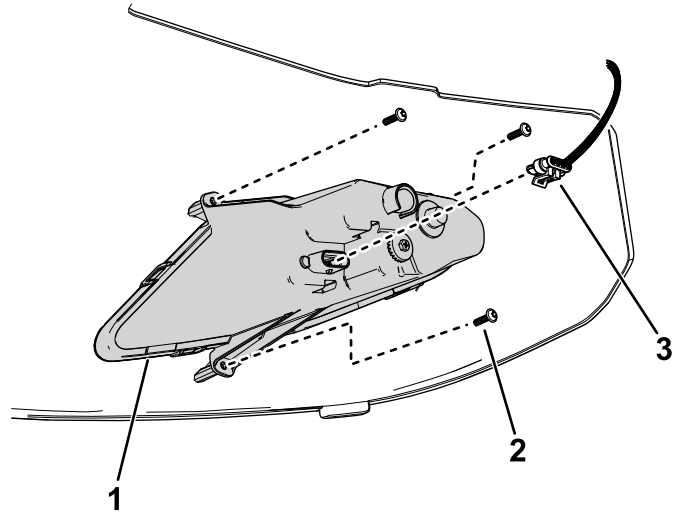

Figura 37
3. Desligue o conector da cablagem do conector do farol (Figura 37).
6. Ligue o conector da cablagem ao conector do farol (Figura 37).